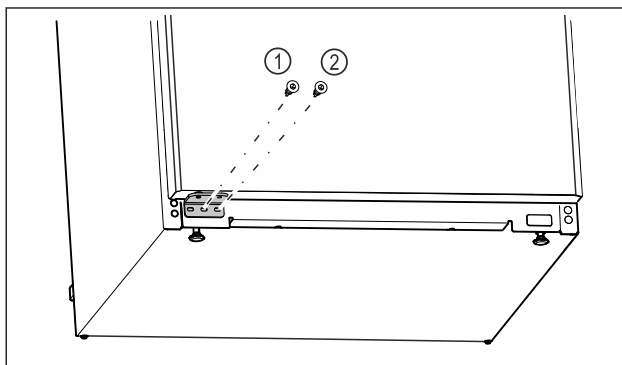

Fig. 26
- Csavarozza a helyére a csapágybak középső csavarját Fig. 26 (1) Torx 20 csavarhúzóval.
- Csavarozza a helyére a csapágybak belső csavarját Fig. 26 (2) Torx 20 csavarhúzóval.